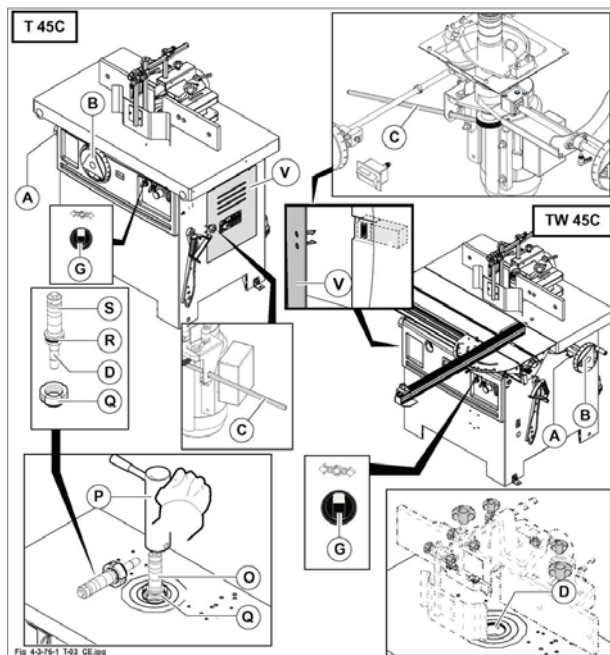

Fig. 4.3-76-1
- Ruotare il selettore (G fig. 4.3.76.1) sul simbolo (☛); freno motore bloccato lampada spia spenta.